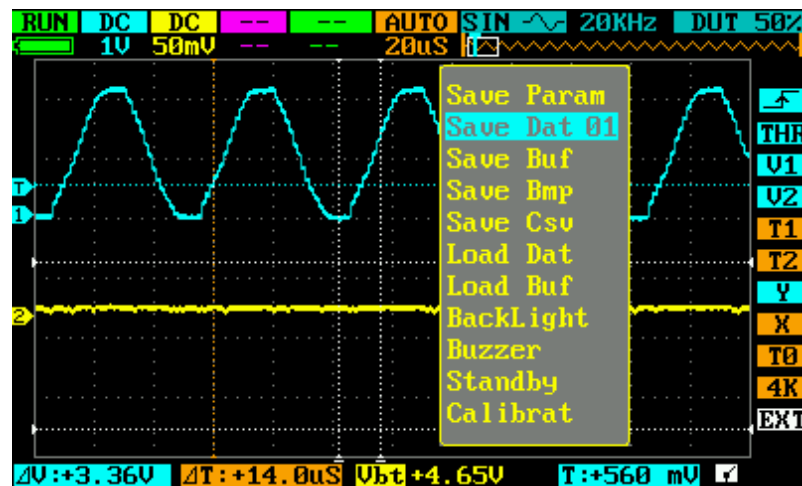

图 4.1
- 通道 A 输入标准信号波形，按下菜单键选择 Save Dat 01，保存波形，如下图 4.1。